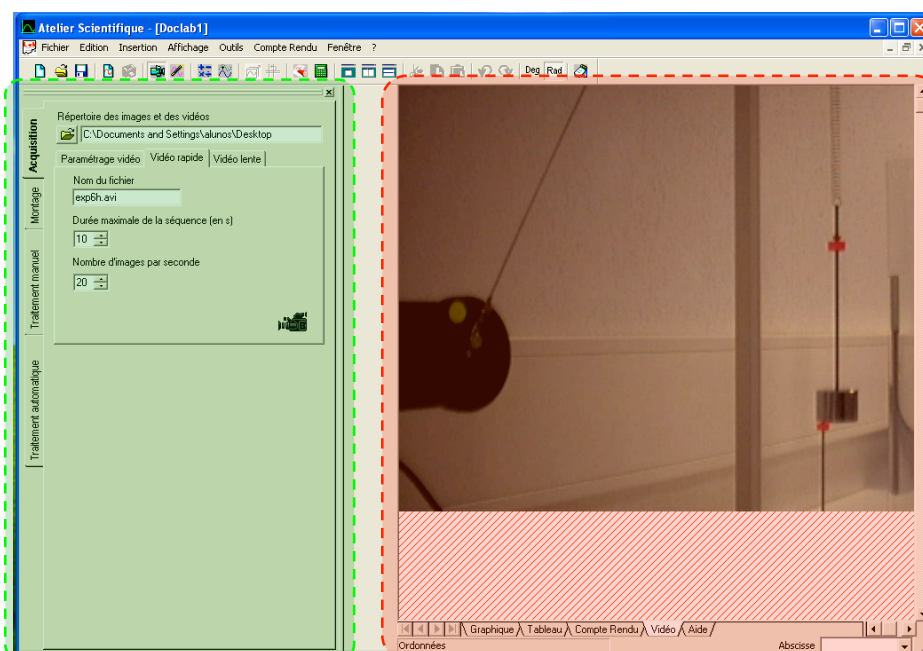

Figura 7: Janela do programa Cinéris com a janela de representação (área a vermelho) do lado direito e janela de “atelier” (área a verde) do lado esquerdo.
- 2) Ligar o computador e lançar o programa Cinéris. Na janela de representação (“représentation”) do lado direito (ver Figura 7) seleccionar o tab de video (“Vidéo”) e deverá ver a imagem captada pela webcam.